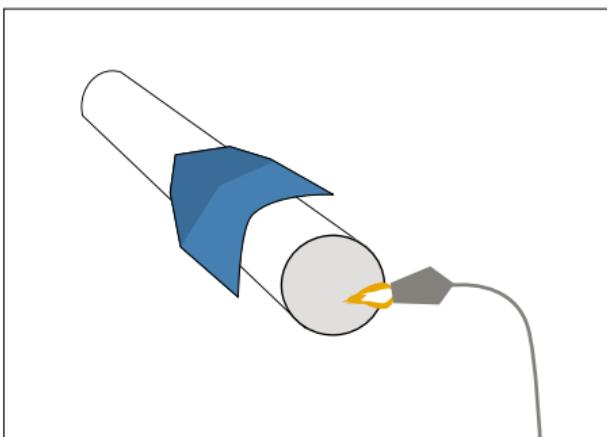

Рис. 23
**Внимание: Для предотвращения образований трещин в холодное время года (температура ниже +5 °С) на SHINGLAS серии КЛАССИК и ДЖАЗ рекомендуется производить изгиб на металлической искусственно подогретой трубе диаметром примерно 10 см (см. рис. 23).**